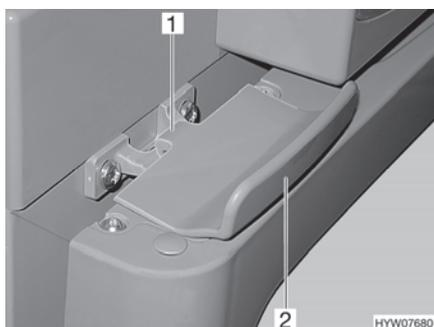

Fig. 134 Dispositif de verrouillage de la porte du réfrigérateur, fermé (Thetford)
- Ouvrir la porte du réfrigérateur sur la poignée (Fig. 134,2). Le verrouillage (Fig. 134,1) sera débloqué automatiquement.